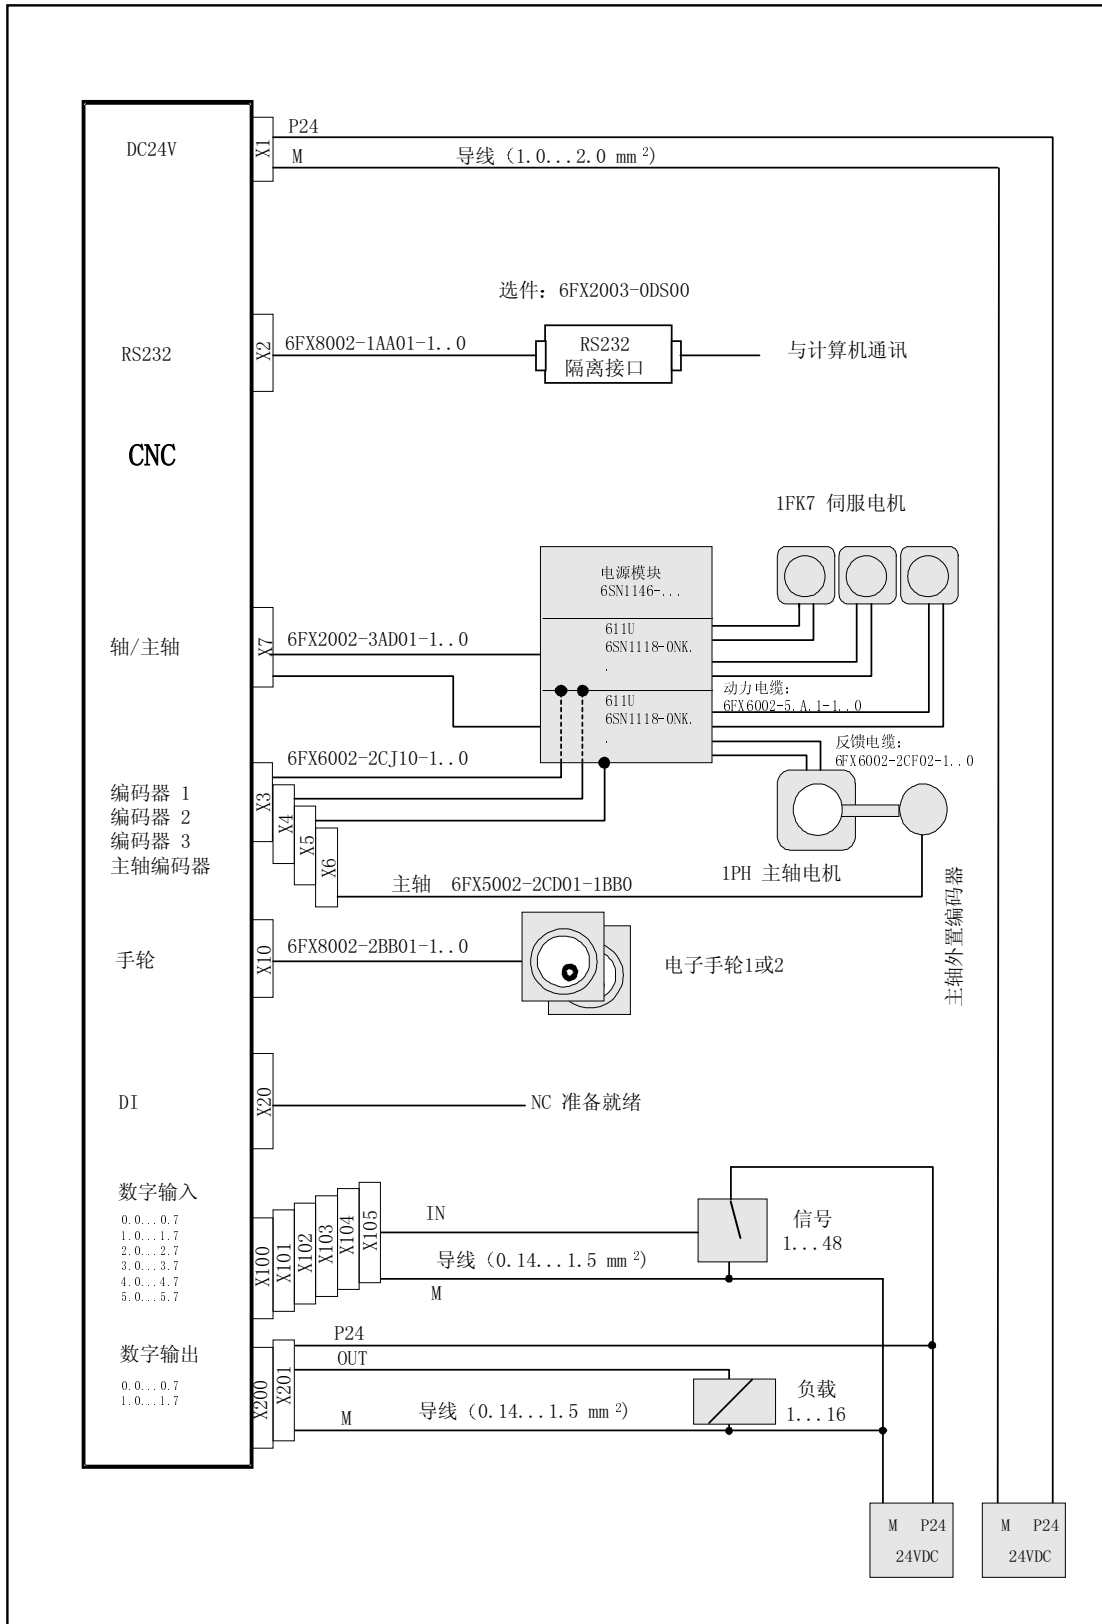
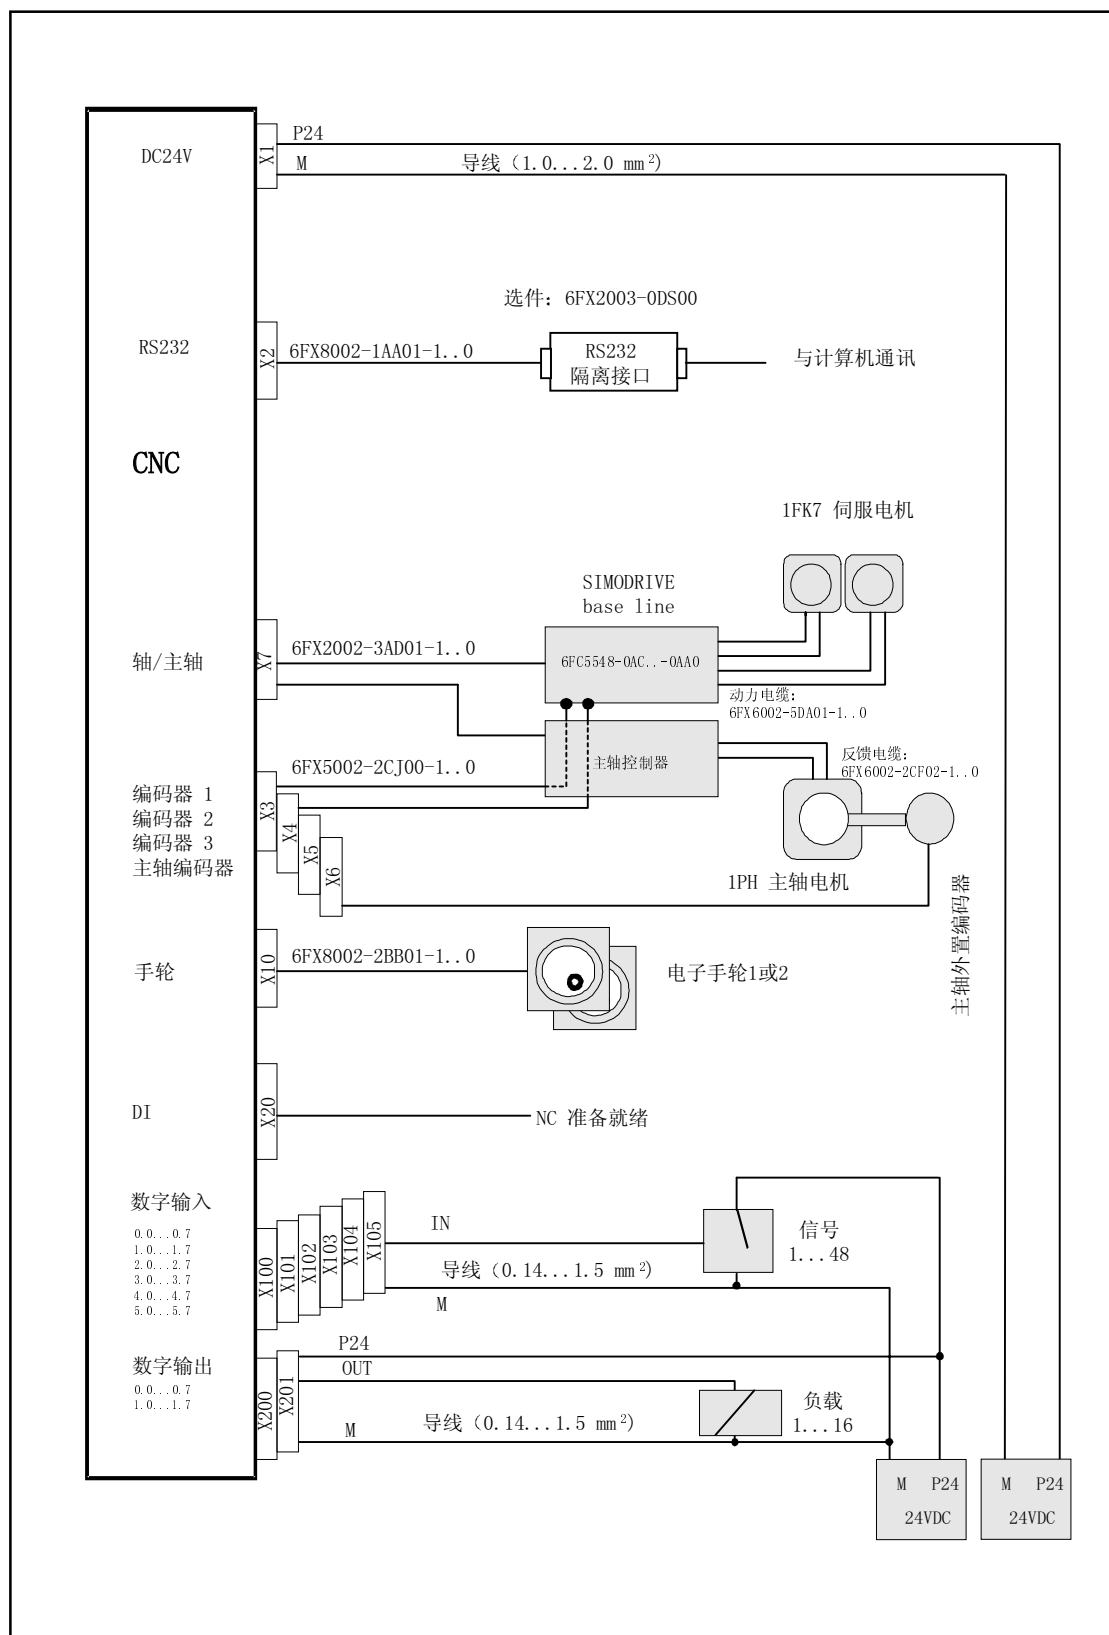

图 2-4 SINUMERIK802C base line 与 SIMODRIVE 611U 的连接
图 2-5 SINUMERIK 802C base line 与 SIMODRIVE base line 的连接
按照图 2-4 或 2-5 连接系统的各个组件, 对于所要求的各种电缆, 请参照下图。
1. 按照图 2-4 或图 2-5 连接各个部件